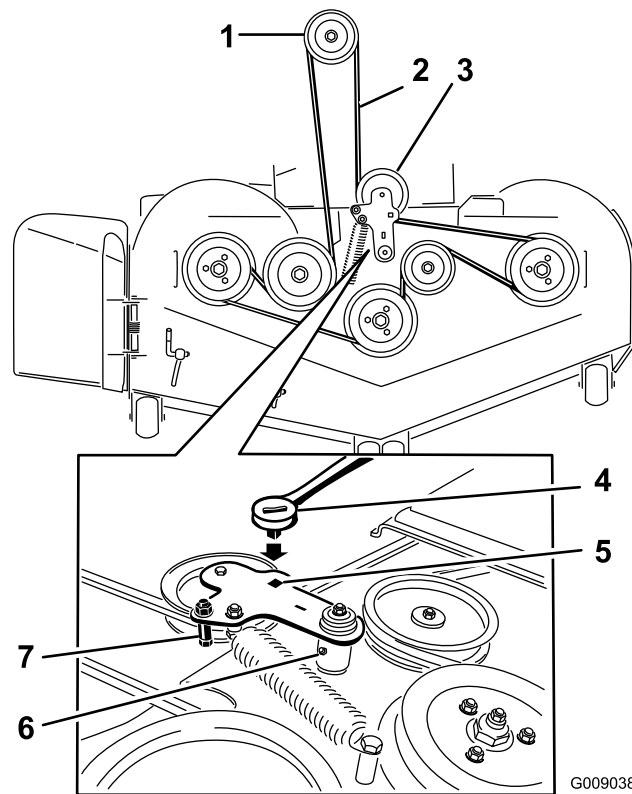

Figura 107
5. Sollevate la bacinella e inserite il cricchetto nel foro quadrato del tendicinghia del piatto di taglio (Figura 107).
6. Ruotate il tendicinghia del piatto di carico in senso orario e toglie la cinghia del tosaerba (Figura 107).